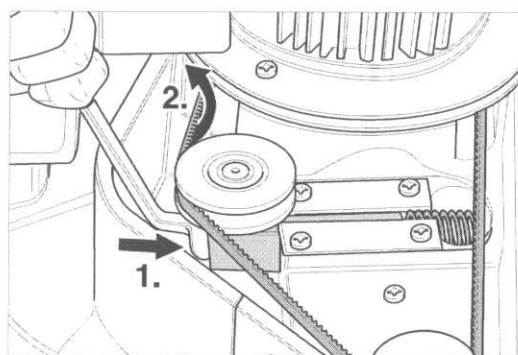

Fig. 47 Pour délester la courroie trapézoïdale, appliquez la clé polygonale contre-coudée sous le galet tendeur et déplacez le tendeur de courroie.
- 11 Détendez la courroie trapézoïdale en déplaçant soigneusement le tendeur de courroie trapézoïdale au moyen de la clé polygonale contre-coudée. La courroie trapézoïdale peut maintenant être enlevée de la poulie de courroie du ventilateur et du tendeur de courroie (fig. 47).